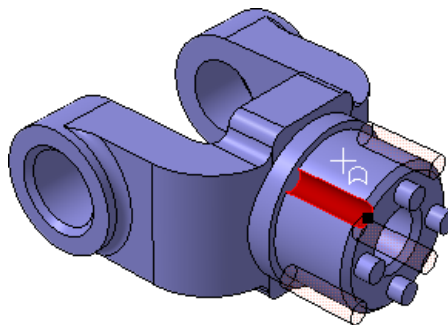

Рисунок 84.
- Для определения оси массива укажите цилиндрическую грань бобышки (рис. 84).